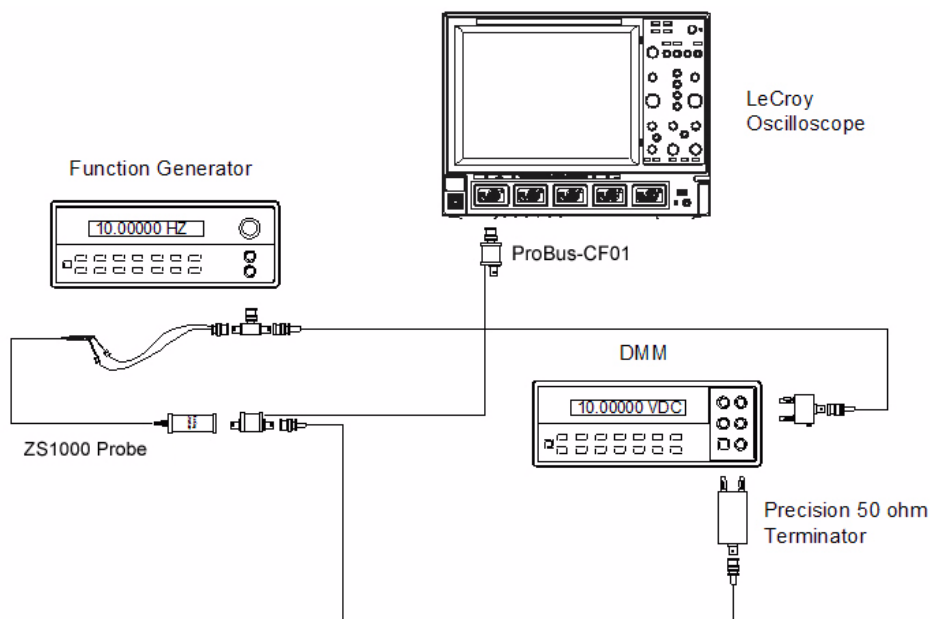

Figure 7-2. LF Attenuation Accuracy setup
1. BNCTコネクタをファンクションジェネレータの出力に接続します。（ファンクションジェネレータの出力が50Ω負荷を必要とする場合、50Ω終端を使用します） Figure 7-2 を参照。